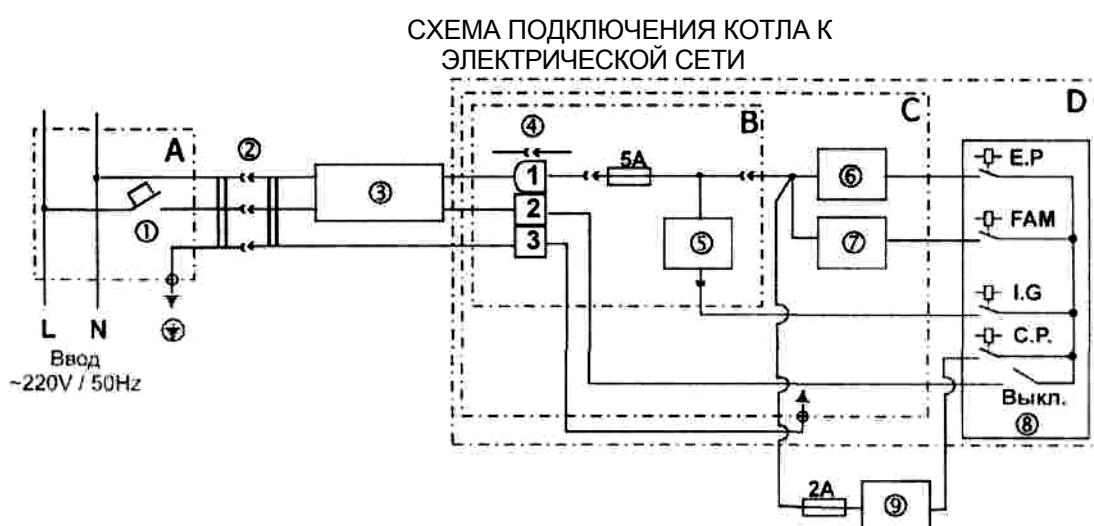

Рис. 34.1.
### 2. Подключение котла к электрической сети. (Рис. 34.1.)
2.1. Подключение котла к электрической сети отапливаемого объекта выполняется, как показано на схеме подключения котла к электросети (см. рис. 34.1. и рис. 35.2.).
2.2. Электрическое оборудование котла должно питаться от одного источника электроэнергии и выключаться при помощи одного выключателя. Для этого, на обогреваемом объекте, электропитание котла (см. рис. 34.1.) выполняется от распределительного шкафа "А", и отдельного автоматического выключателя 1.
3.3. Подачу электропитания на котел выполняет электрический соединитель, состоящий из розеточной и вилочной частей, см. рис. 34.1. поз. 2, и рис. 35.2. Включение/выключение электропитания автоматики котла выполняет выключатель на блоке управления. Однако, когда выключатель на блоке управления находится в положении "Выключено", электропитание продолжает обеспечивать работу узла безопасности котла.
Примечание. Проверка подключения электровилки к электророзетке проверяется по фазовой линии от электророзетки до электрической части котла. В комплекте котла поставляется электрошнур с электровилкой с зануляющим контактом с одной стороны и с разъемным соединением 3PIN с другой стороны. Контакт "2" разъемного соединения 3 PIN (см. поз.4 на "Схеме подключения котла к электрической сети", рис. 34.1.) через питающий провод соединяется с штифтом "L" электровилки (см. рис. 35.2.). Штифт "L" электровилки соединяется с гнездом "L" электророзетки.